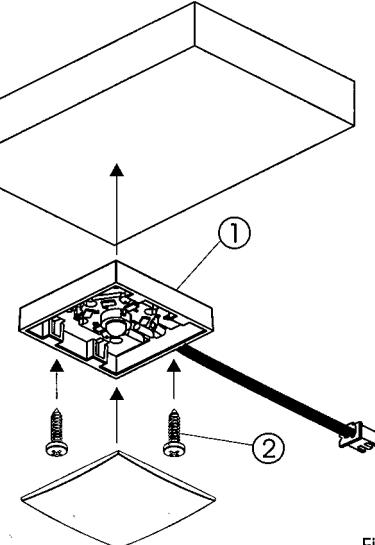

Fig. 2
- Fissare il supporto (1) alla superficie di installazione con le viti (2) in dotazione (fig. 2).